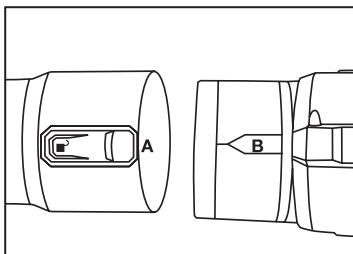

Рис. 2 Установка напорной трубы
- Установите напорную трубу как показано на Рис. 2. Для этого совместите направляющую В на выходном патрубке воздуховодки и фиксатор А напорной трубы и наденьте трубу до щелчка фиксатора.